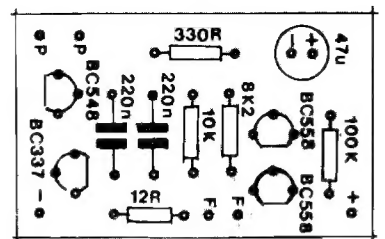

Fig.3
- **FIG. 3 - "CHAPEADO" DA MONTAGEM** - O lado não cobreado da placa, já com todas as principais peças colocadas, é visto na figura... Os componentes polarizados (transistores e capacitor eletrolítico) merecem uma dose maior de atenção na sua colocação e posicionamento, já que qualquer inversão invalidará o funcionamento do circuito... Especificamente quanto aos transistores, notar que sempre têm suas posições referenciadas pelos lados "chatos", e também que é **importante** não trocar seus códigos identificatórios de lugar, caso em que o circuito também não funcionará, ou funcionará imperfeitamente... O eletrolítico deve ter a polaridade de seus terminais rigorosamente respeitada, em função da sinalização notada no chapeado... Quanto aos resistores comuns (que são componentes não pola-